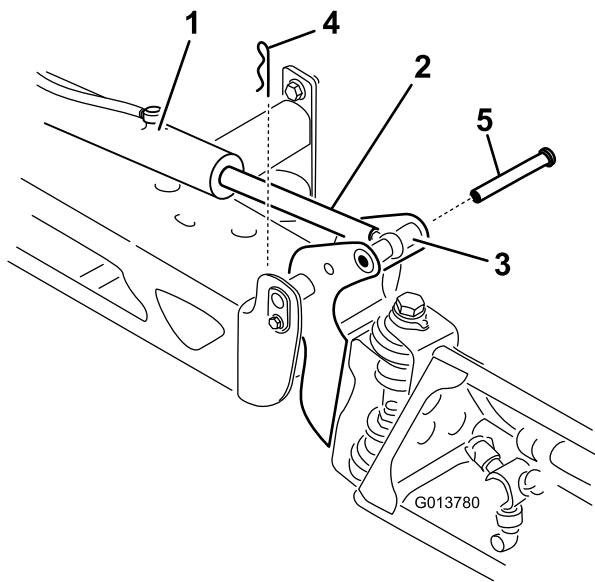

图 63
2. 从枢轴销 图 63 上拆下开口销。
9. 支撑住喷洒臂将柱销插入喷洒臂枢轴和提升器杆 图 63。
3. 向上提起喷洒臂拆下柱销 图 63然后将喷洒臂慢慢放到地面上。